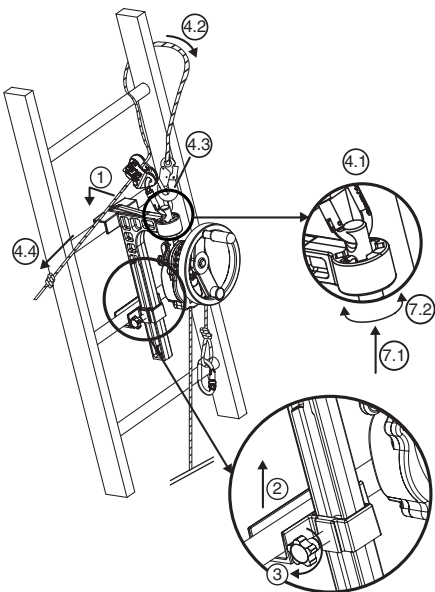

Fig. 6
#### **6.3.2. Aparelho Derope™ UP B (Fig. 6)**
1. Instalar o grande suporte a bloquear na barra da escada na posição escolhida para efectuar a operação de salvamento, acima da pessoa a evacuar (Fig. 6, 1).
2. Subir o carro de bloqueio ao nível da barra imediatamente abaixo do que recebe o grande suporte (Fig. 6, 2).
3. Apertar o eixo de bloqueio do carro com o botão de aperto que se encontra no lado do suporte (Fig. 6, 3).
- Fixar o mosquetão do dispositivo de ajuste LCM 05 no furo do cimo do eixo de amarração (Fig. 6, 4.1).
- Passar a linga de segurança à volta da barra da escada situada acima do suporte, contornando um dos montantes da escada (Fig. 6, 4.2).
- Ligar o mosquetão da linga de segurança no mosquetão do dispositivo de ajuste LCM 05 (Fig. 6, 4.3).
- Esticar a linga de segurança puxando pelo troço livre (Fig. 6, 4.4).
7. Orientar o aparelho Derope™ conforme a necessidade, modificando a posição do eixo de amarração no dispositivo de indexação (Fig. 6, 7.1 – 7.2).